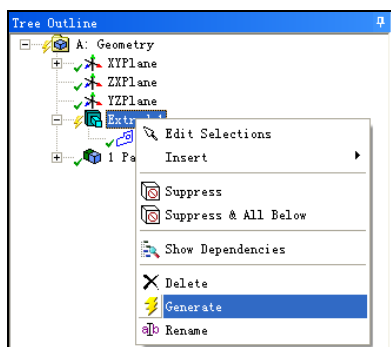
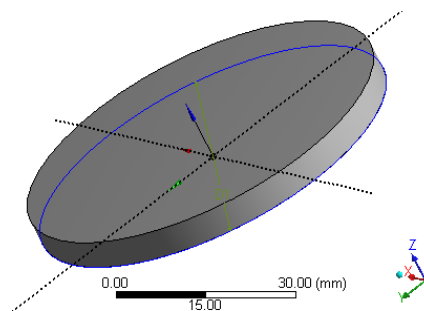

图 2-44 生成圆柱体
图 2-45 生成底部圆盘效果图
- 步骤 02** 在设计树中的 Extrude1 选项上单击鼠标右键，在弹出的快捷菜单中选择 Generate (生成) 命令，如图 2-44 所示，即可生成拉伸特征，按住鼠标中键调整视图，得到的拉伸特征效果如图 2-45 所示。